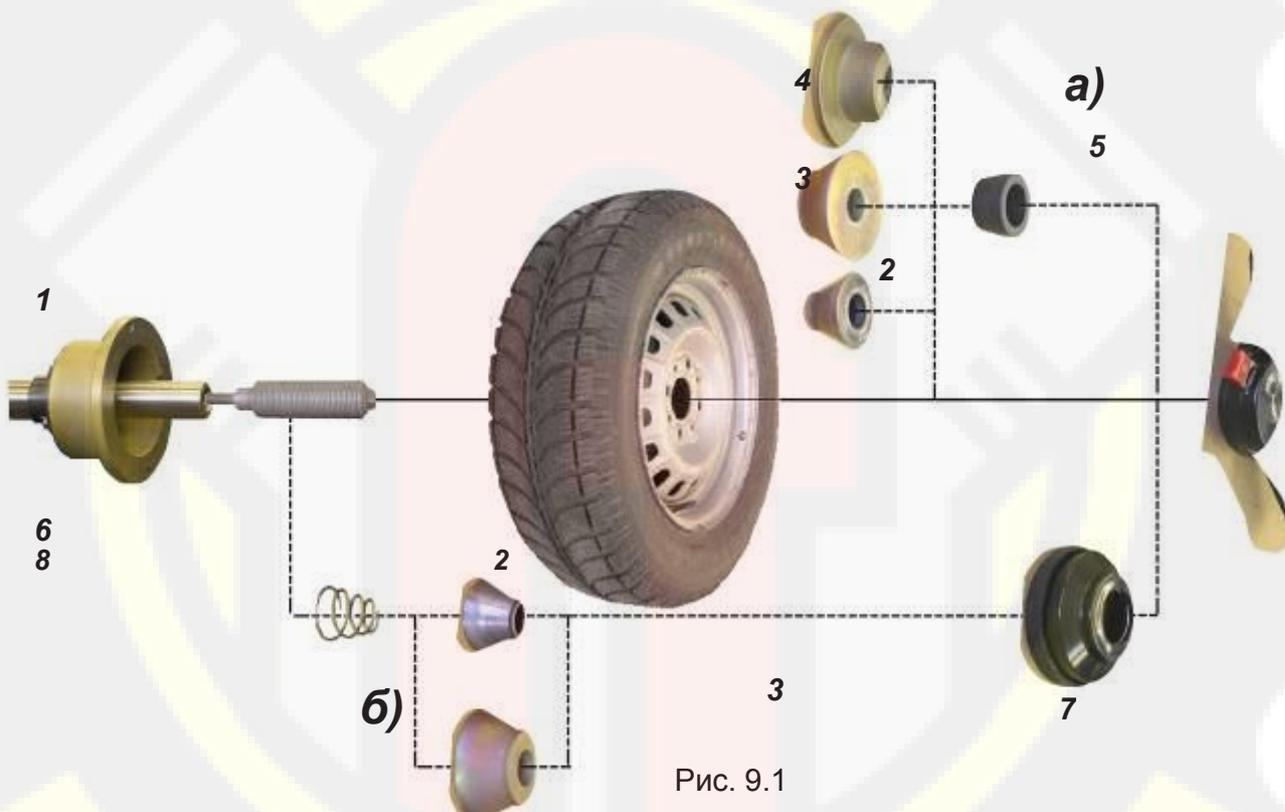

Рис. 9.1
9.2. Колеса легковых автомобилей и легких грузовиков типа "Газель" закрепляются на валу БМ за центральное отверстие обода с помощью конусов и гайки. В зависимости от конфигурации обода конус может быть установлен как с внешней стороны обода (вариант "а"), так и с внутренней (вариант "б") (см.рис. 9.1)